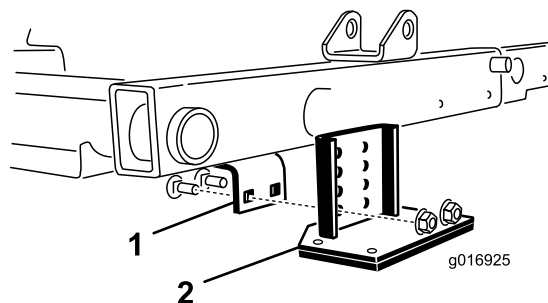

図 8
2. 中央のカッティングユニットの上にあるフレームブラケットを探し出す図8。
3. チッパーブラケット装着後もローラの接触状態が変わらないようにするには、チッパーブラケットのどの穴を使ってフレームブラケットに取り付けばよいかを、中央カッティングユニットの前ローラを押し下げて調べる図8。
4. カッティングユニットを下降させ、キットに付属しているキャリッジボルト2本とナットを使って、チッパーブラケットをフレームに取り付ける図8。